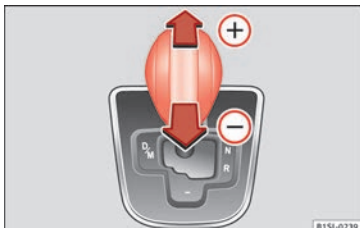

Fig. 83 Alavanca na posição Tiptronic.
- Pressione a alavanca para a frente **+** ou para trás **-** para engrenar uma mudança mais alta ou mais baixa » **Fig. 83**.